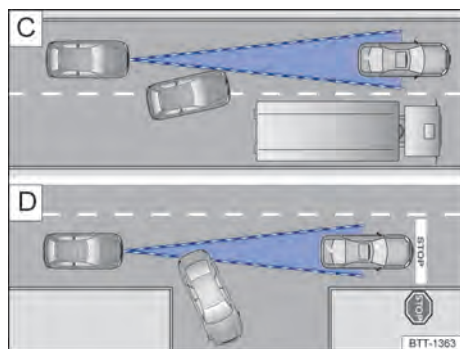

Fig. 100 (C) Mudança de faixa. (D) Veículo virando ou parado.
Por exemplo, se um veículo detectado pelo ACC virar ou mudar de faixa, e se houver um veículo parado à frente deste veículo, o ACC não reagirá ao veículo parado → Fig. 100 D).
- Veículos que mudam para a faixa onde você se encontra com pouca distância do veículo → Fig. 100 C).